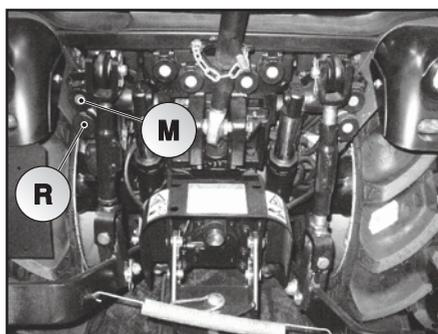

Fig. 5.82
Il giunto rapido (M) alimenta la mandata continua, mentre il giunto (R) è un ritorno libero (Fig. 5.82).